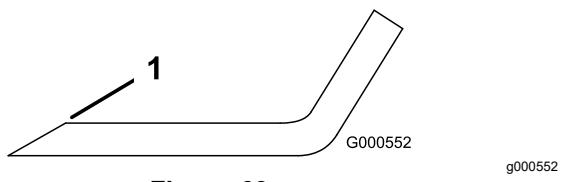

Figura 69
1. Utilize uma lima para afiar aresta de corte em ambas as extremidades da lâmina (Figura 69).
Nota: Se lâmina não estiver equilibrada, lime algum metal da extremidade da aba apenas (Figura 69).